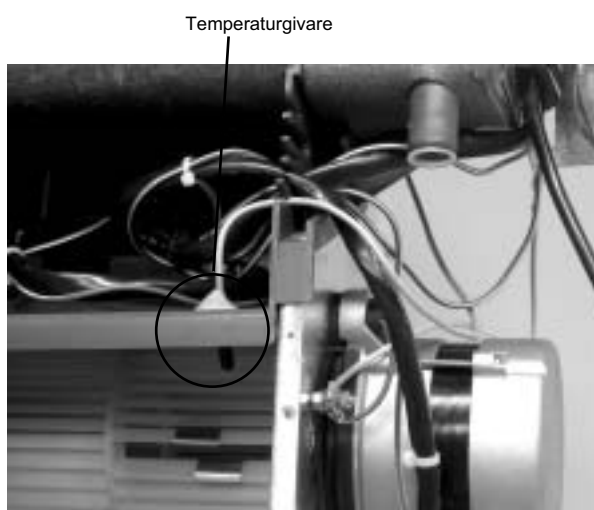

Fig. 6
- Temperaturgivaren monteras i ingående luft enligt fig. 6.